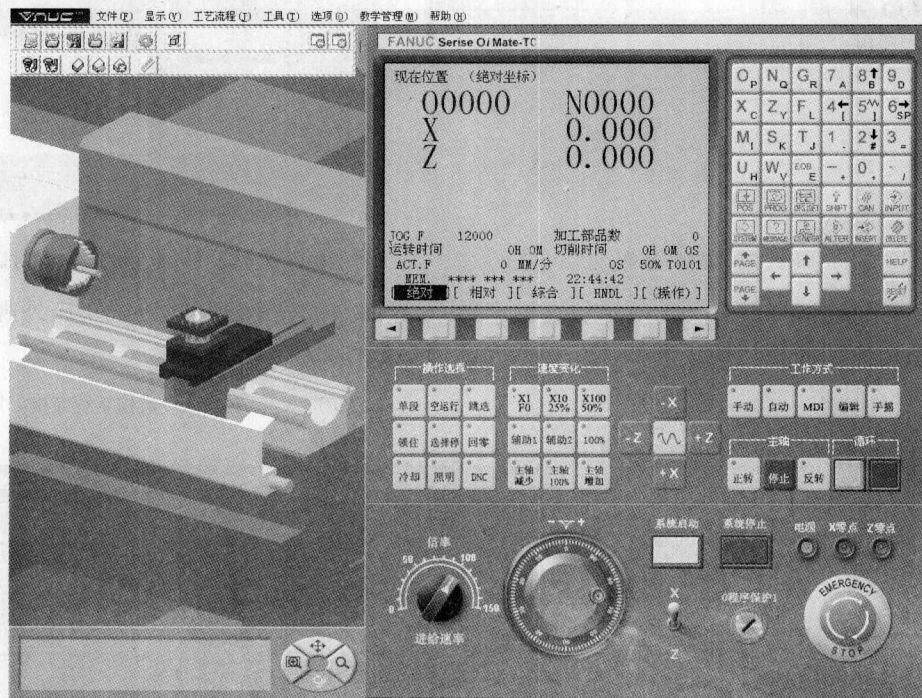

图 1-6 开机界面
(1) 按下机床操作面板上的“系统启动”按钮，数控系统通电，显示屏由原先的黑屏变为有文字显示，屏幕显示为当前坐标位置，“电源”指示灯亮，如图 1-6 所示。
(2) 点击按钮，释放急停按钮。